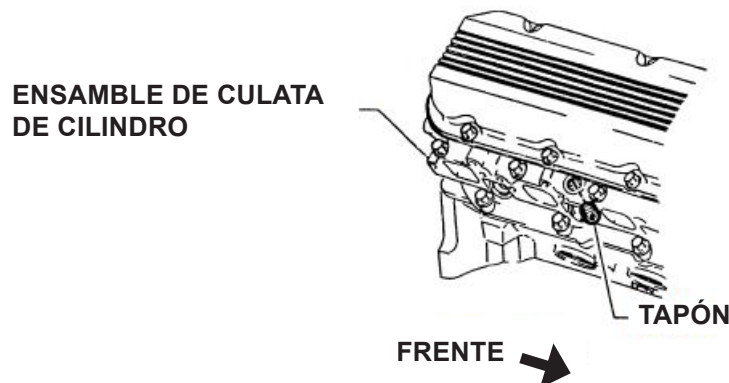

FIGURA 11
2. Instale los tapones de tubo dentro de los orificios de refrigerante sobre el lado de las culatas. Apriete los tapones a 15 pies lb. Vea la Figura 11.